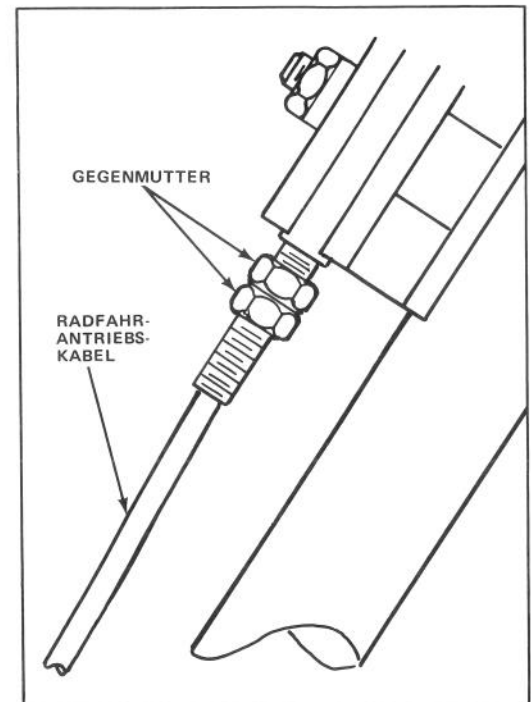

Bild 19
2. Untere Gegenmutter am Radfahrantriebskabel lösen (Bild 19).